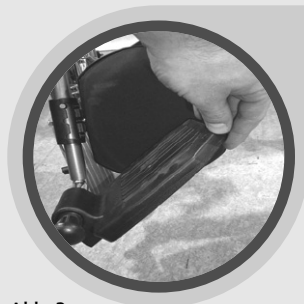

Abb. 3a
- Die Beinstützen werden in die Aufnahme am Rahmen gesteckt (A) (Abb. 3a)
- Um die Beinstütze abzubauen, ziehen Sie den Hebel (B) an der Innenseite, schwenken die Beinstütze wieder nach außen und ziehen Sie aus der Aufnahme heraus.
An beiden Beinstützen lassen sich die Fußplatten in Sitzposition nach oben klappen. (Abb. 3a)